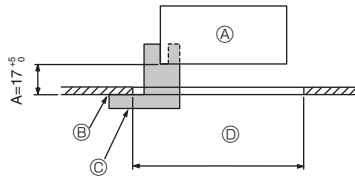

Fig. 9-2
9.2. Preparar a fixação da grelha (Fig. 9-2)
- Utilizando o medidor ② fornecido com este kit, ajuste e verifique a posição da unidade principal em relação à superfície do teto. Se a unidade principal não estiver adequadamente posicionada em relação à superfície do teto, poderá permitir a ocorrência de fugas de ar ou provocar a acumulação de condensação.
- Ⓒ Medidor de instalação ② (inserido na unidade principal)